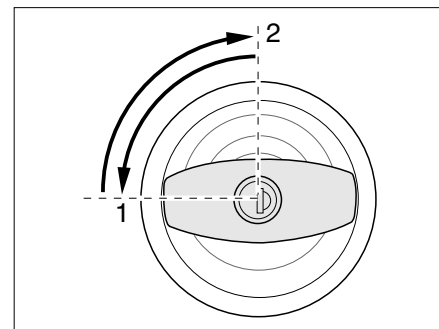

Bild 19 Türschloss Eingangstür, außen, verriegeln
- Schlüssel in Schließzylinder stecken und eine viertel Umdrehung entgegen dem Uhrzeigersinn drehen (Bild 19,1).
- Schlüssel in Mittelstellung zurückdrehen (Bild 19,2) und abziehen.